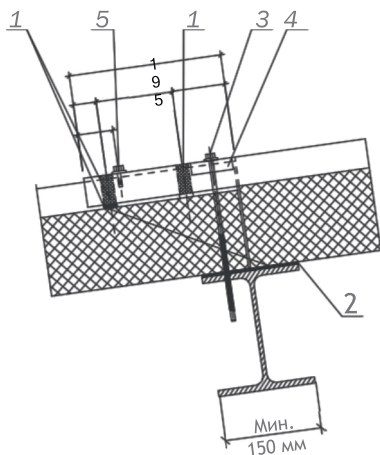

Рис. 47
Для длинных скатов кровли (максимальная длина панели - 15 м) необходимо продольное удлинение панелей. Оно выполняется в соответствии с Рис. 47.
- Закрепить панели в соответствии с Рис. 47.